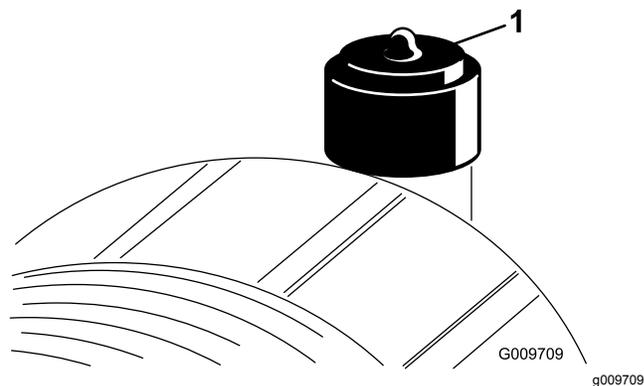

Рисунок 54
индикатора необходимости технического обслуживания (Рисунок 54). Замена воздушного фильтра без необходимости ведет лишь к повышению вероятности попадания грязи в двигатель при извлечении фильтра.
2. Сбросьте индикатор (Рисунок 54), если он стал красным.